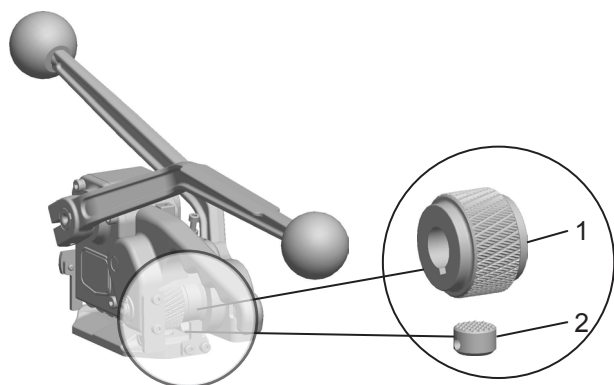

Fig. 15
– Décrassez la molette de tension (Fig. 15/1) et empreinte (15/2) avec de l'air comprimé ou avec une brosse d'acier petite.